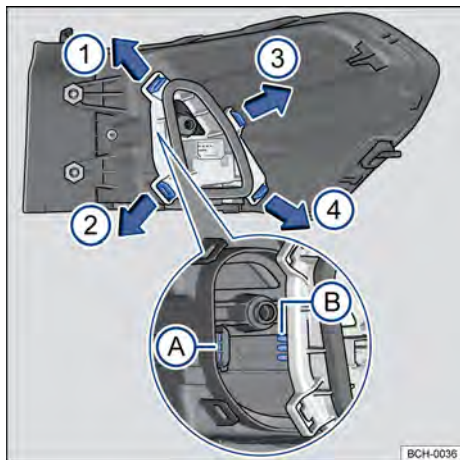

Fig. 163 Lanterna traseira: desinstalar o suporte das lâmpadas
-  Para destravar o suporte das lâmpadas, pressionar cada lingueta de travamento → Fig. 163 no sentido das setas.
-  Instalar o suporte das lâmpadas na lanterna traseira, com atenção no encaixe das lâminas de contato na carcaça → Fig. 163  A e  B. As linguetas de travamento devem encaixar de forma audível obedecendo a sequência → Fig. 163  1,  2,  3 e  4.